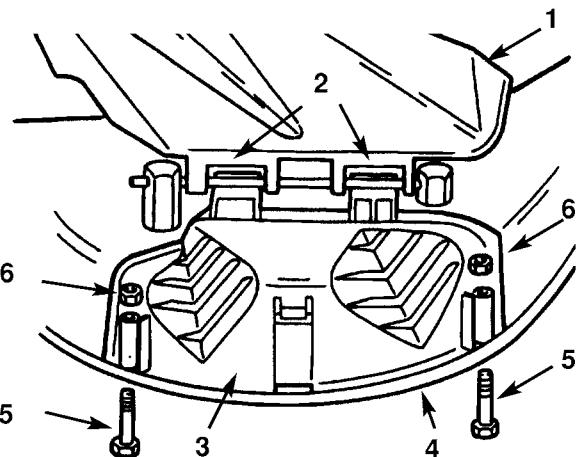

Bild 13
1. Das Prallblech anheben und die Nasen an der Oberseite der Auswurfabdeckung unter die Prallblechbefestigungsstange schieben. Die Auswurfabdeckung abwärts über die Öffnung und auf die untere Kante des Mähwerks bringen (Bild 13).
2. Die Auswurfabdeckung auf der unteren Mähwerkklippe mit Schrauben und Muttern absichern (Bild 13).